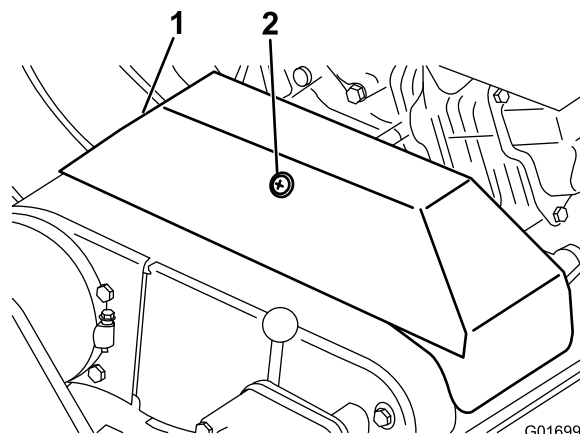

Figura 43
2. Allentate l'ancoraggio di fissaggio del paracinghia della cinghia trapezoidale, e girate il paracinghia per aprirlo (Figura 43).